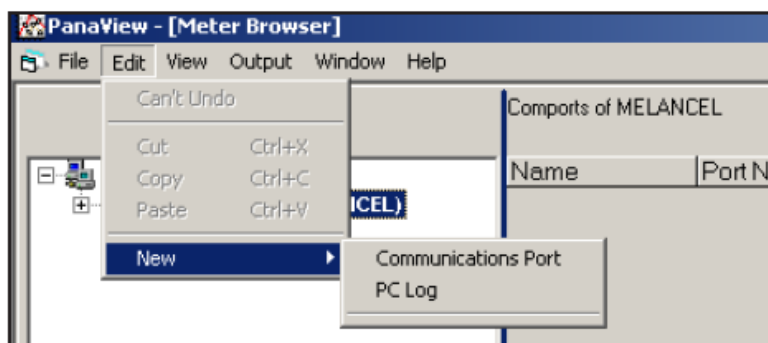

図 D-1 Edit メニュー
3. *New* メニューオプションをクリックして選択すると、2つの選択項目を有するサブメニューが開きます（下記の図 D-1 参照）。